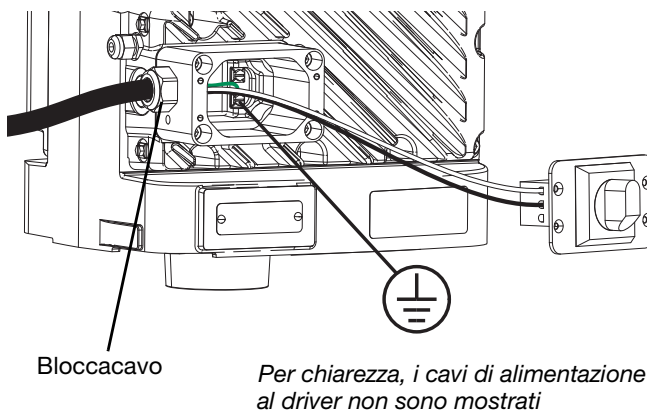

Fig. 6: Collegamento elettrico
5. Collegare il filo di messa a terra a uno dei due terminali della messa a terra all'interno della scatola di giunzione come mostrato in **Fig. 6**.